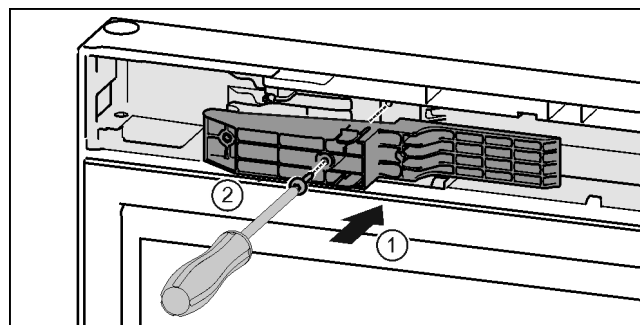

Fig. 47*
- ▶ Adaptér nasadíte na strane rukoväte do drážky.* Fig. 47 (1)
- ▶ Skrutkovačom T15 pevne zaskrutkujete skrutky.* Fig. 47 (2)